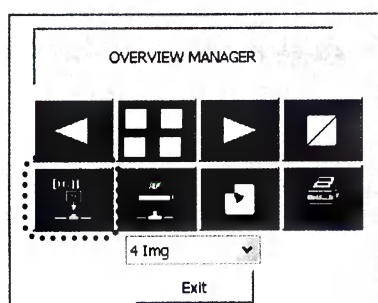

Рисунок 136
- для просмотра выберите нужный цикл (см. рисунок 136);